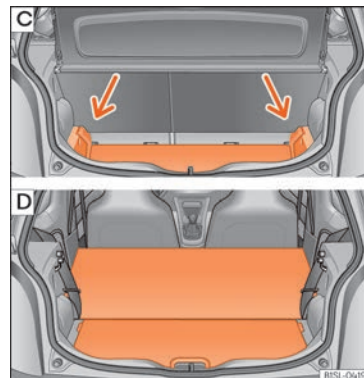

Abb. 96 Variabler Gepäckraumboden: **C** Gepäckraum nach unten vergrößern; **D** Gepäckraum nach vorne vergrößern.
- Den Gepäckraumboden anheben und in der Schiene nach unten drücken »» **Abb. 96** [C] (Pfeile).
- Gepäckraumboden ggf. in eine tiefere Position bringen »» **Abb. 96** [C].
Gepäckraum nach vorne vergrößert »» **Abb. 96** [D].